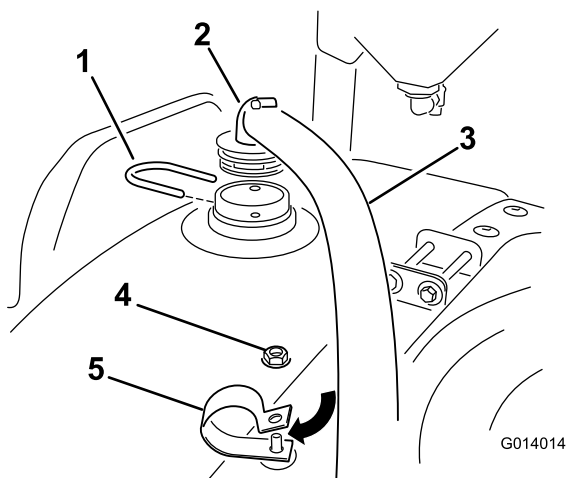

Рисунок 23
- Прикрепите конец шланга с прямоугольным фитингом к переходнику, установленному сверху в передней части бака (Рисунок 23).
- Зафиксируйте шланг на баке с помощью вилки, как показано на Рисунок 23.
- Проведите открытый конец шланга вниз и сквозь R-образный хомут к эдуктору. Установите контргайку поверх болта в R-образном хомуте и на данном этапе затяните вручную (Рисунок 23). Это позволит выполнить дальнейшую регулировку.